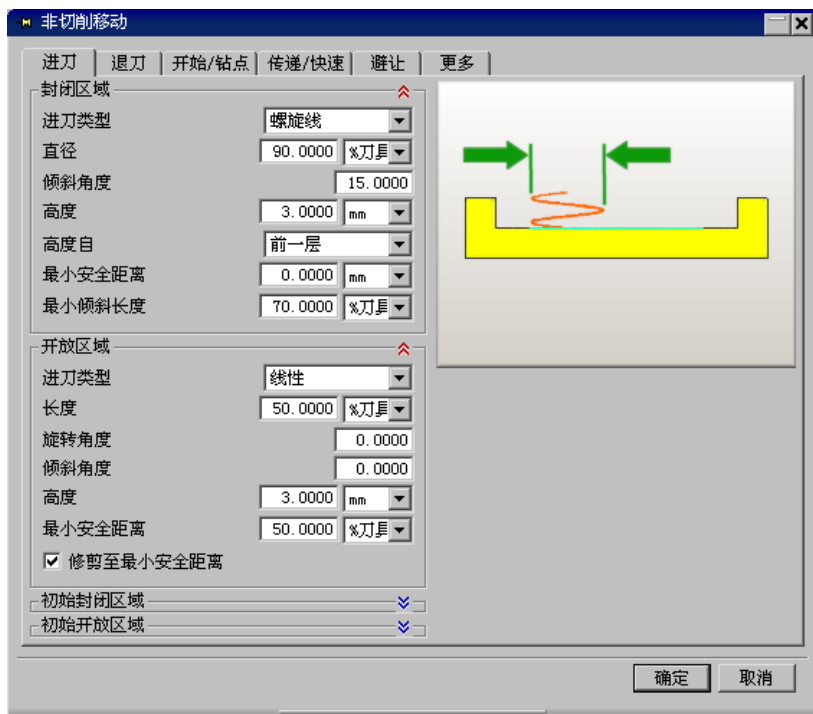

图 3.10.6 “进刀”选项卡
Step2. 单击“非切削移动”对话框中的 **进刀** 选项卡, 其参数的设置如图 3.10.6 所示, 其他选项卡中的参数设置采用系统的默认值, 单击 **确定** 按钮, 完成非切削移动参数的设置。